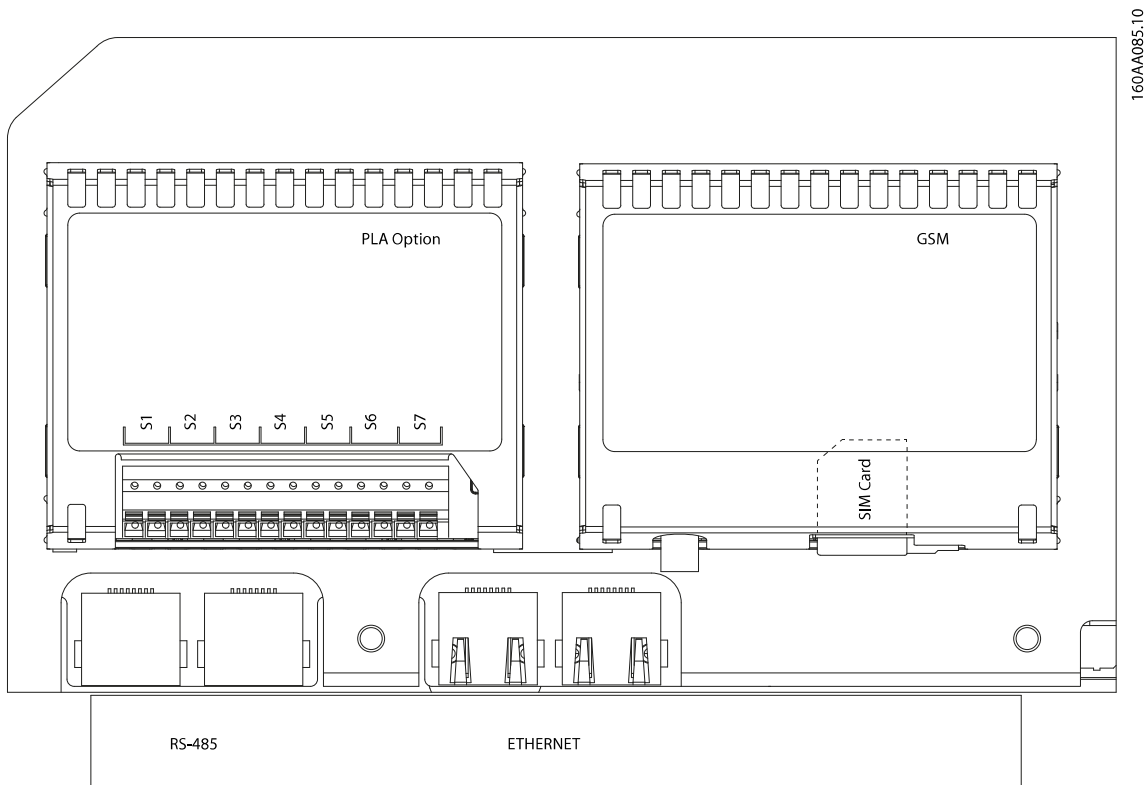

Abbildung 1.3 Kommunikationskarte - offene Position
2. Schieben Sie die PLA-Option in einen der beiden Options-Steckplätze; (Options-Steckplatz 1 oder Options-Steckplatz 2), siehe *Abbildung 1.3*. Lassen Sie die Option auf beiden Seiten hörbar einrasten.